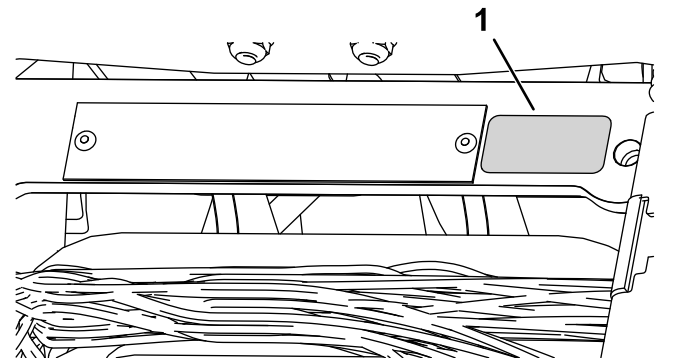

Figura 9
- Instale la pegatina del año de producción cerca de la placa del número de serie (Figura 9).